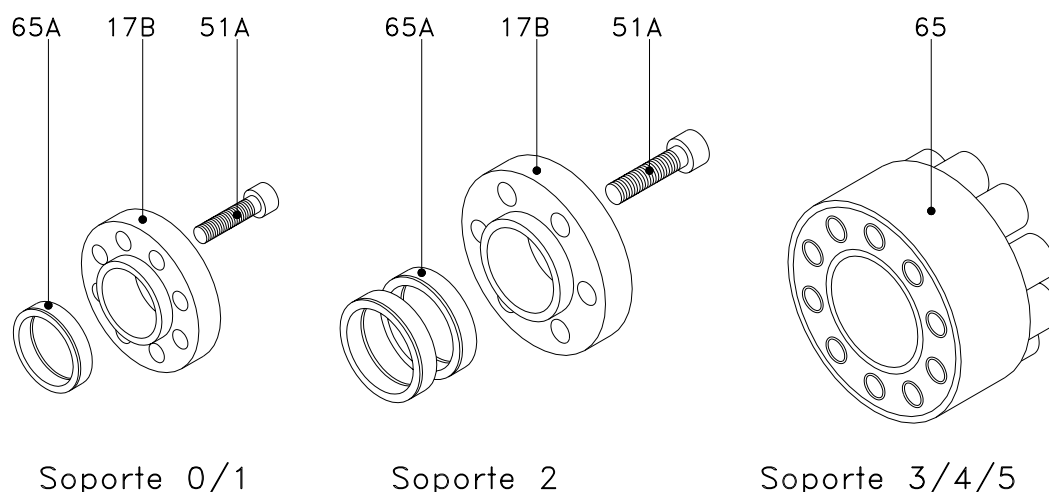

Figura 8.6: mecanismo de sujeción ajustable
- Quitar los tornillos (51D / 52), con los cuales se ha fijado la tapa de rodamientos (12) en el soporte (06). Estos están centrados uno con respecto al otro mediante dos pasadores de centrado (56 / 56A).
- Aflojar los tornillos tensores del mecanismo de sujeción ajustable para el engranaje conducido (19A), ver figura 8.6. En principio, la unidad tensora es del tipo autosoltador. Ahora es posible girar el eje conductor, mientras que puede detenerse el eje conducido.